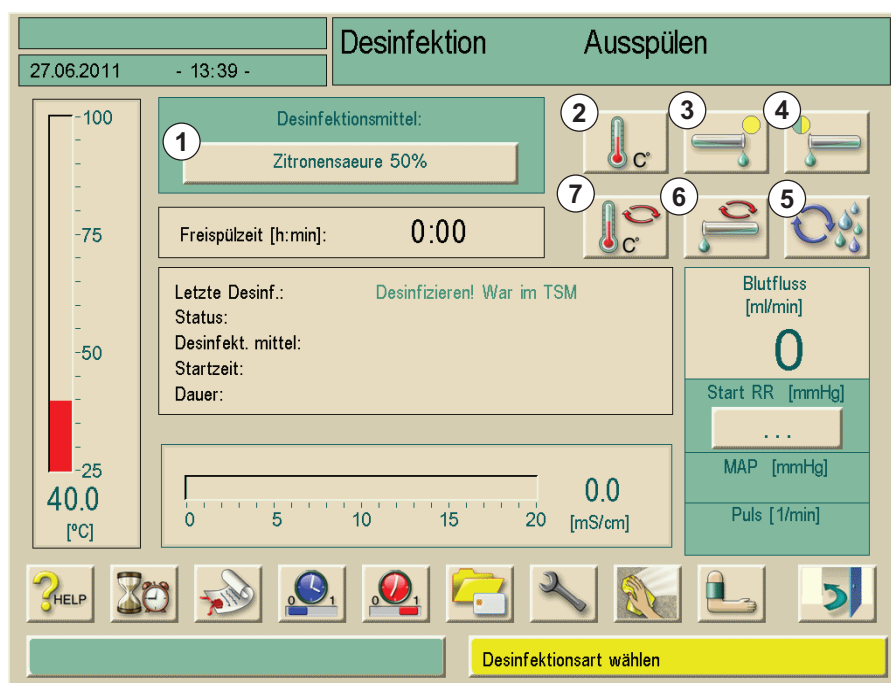

Abb. 12-1 Desinfektionsauswahlprogramm
1. Icon im Desinfektionsmodus berühren (siehe Abb. 12-1 Desinfektionsauswahlprogramm (235)).